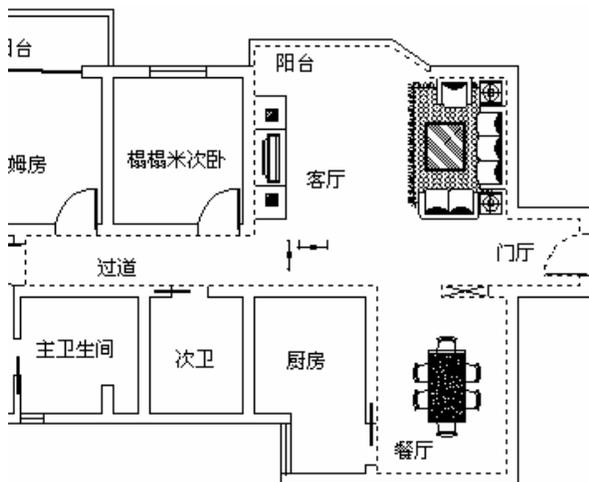

图 6-1-24
**STEP 08** 使用绘制多段线命令 PLINE 绘制填充的边界，如图 6-1-24 所示的虚线，其具体操作步骤如下：
指定起点： // 按 F3 键打开正交功能，捕捉图 6-1-24 所示虚线处任意一个点作为起点
// 单击如图 6-1-24 所示虚线处的下一个点